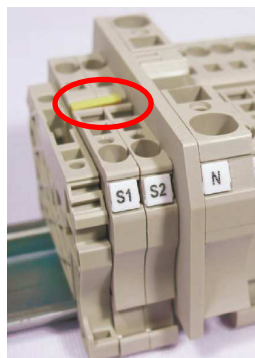

Fig. 5-3 .- Punte para cortocircuitar el secundario del transformador de corriente (TC)
- Una vez instalados los cables, desconectar el puente que úne los bornes S1 y S2 de la batería (ver Fig. 5-3)